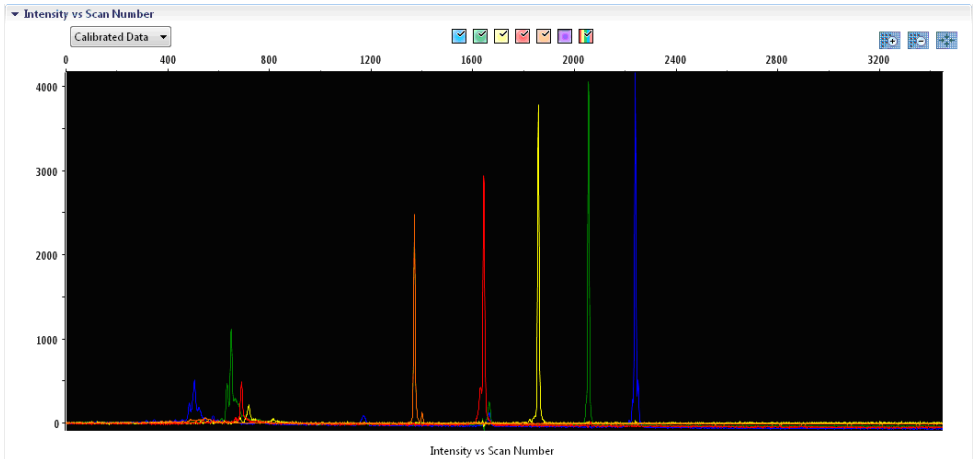

Abbildung 3. Elektropherogramm der spektralen Kalibrierung mit Matrixstandard BT5 auf einem Applied Biosystems 3500 Genetic Analyzer.
- Untersuchen Sie die Matrixproben auf eine flache Basislinie. Wie in Abbildung 3 beschrieben, sollten in jeder Matrixprobe 5 Peaks mit Höhen im Bereich von 1000–5000 RFU vorhanden sein. (Hinweis: Der optimale Bereich beträgt 2000–4000 RFU).